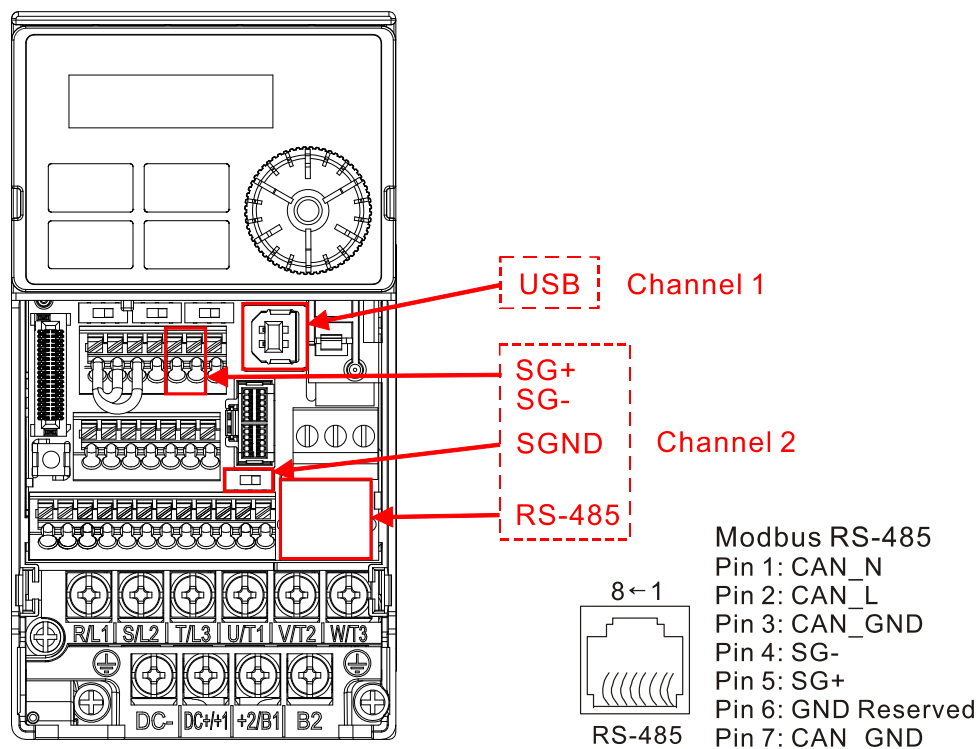

图 16-1
1. MH300 提供 2 个通讯的串口来上传 / 下载 PLC 程序，如下图 16-1 所示。